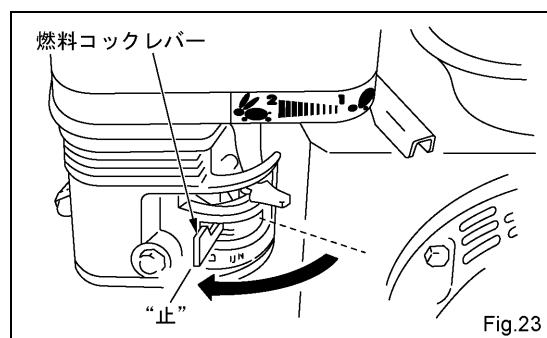

Fig.23
(3) 燃料コック
- ・ 燃料コックレバーを“止”の位置に合せます。(Fig.23)